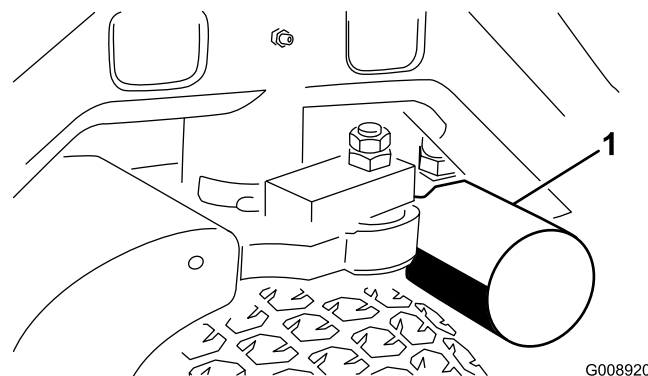
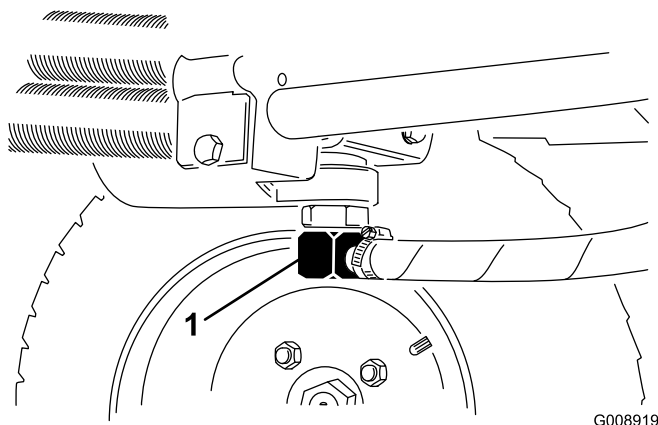

Figura 55
Figura 56
3. Limpie la zona de montaje del filtro. Coloque un recipiente debajo del filtro (Figura 55) y retire el filtro.
2. Desconecte el tubo hidráulico (Figura 56) o retire el filtro hidráulico (Figura 55) y deje fluir el aceite hidráulico en un recipiente apropiado. Vuelva a colocar el tubo cuando el aceite hidráulico se haya drenado.